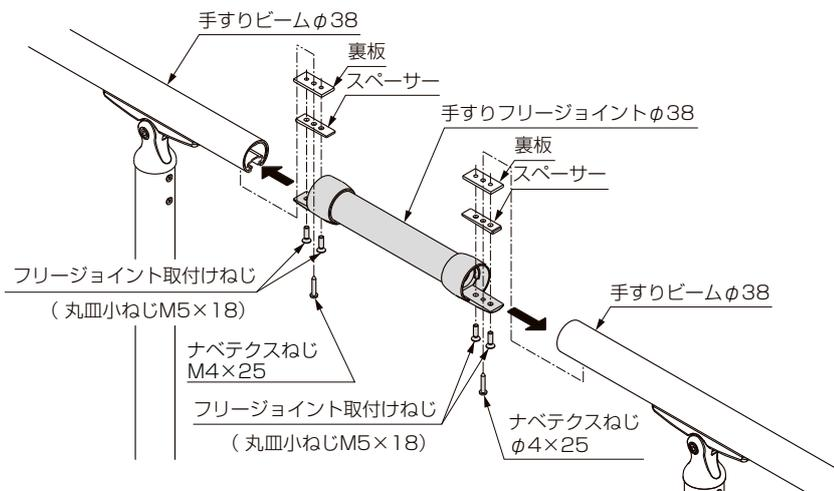

図6-28
- ③図6-28のようにフリージョイントを手すりビームφ38に挿入し、フリージョイント取付けねじで取付けてください。
- ④フリージョイントの下部の穴にねじ止めしてください。（図6-28参照）